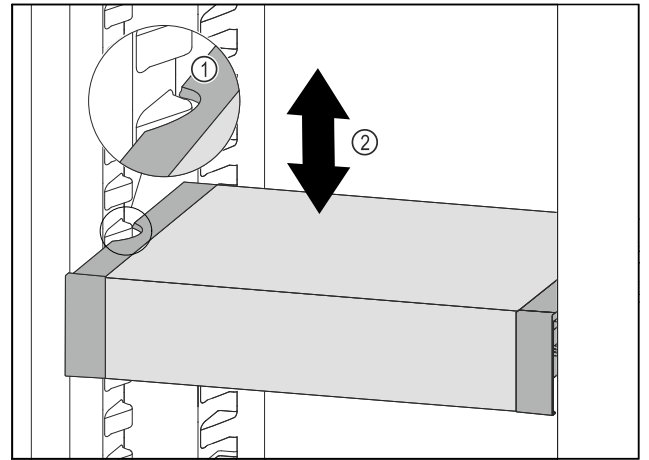

Fig. 161
- ▶ VarioSafe nach vorne ziehen, bis sich die seitlichen Aussparungen des VarioSafes auf Höhe der Behälterrippe im Kühlteil befinden. Fig. 161 (1)
- ▶ VarioSafe im Kühlteil nach oben oder unten bewegen, bis gewünschte Höhe erreicht ist. Fig. 161 (2)